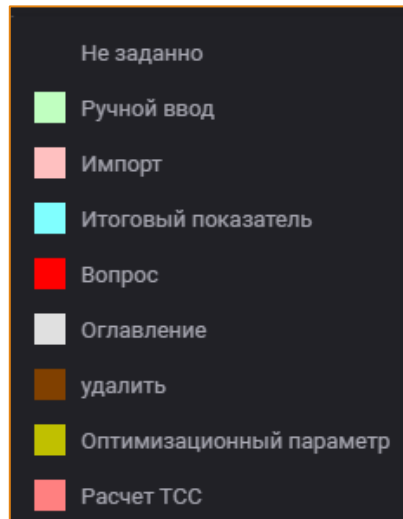

Рис. 37 – Список категорий параметров
- Кнопку **Категории**  - для включения/отключения цветовой индикации параметров в соответствии с назначенной категорией. Контекстное меню кнопки содержит список настроенных категорий (Рис. 37).